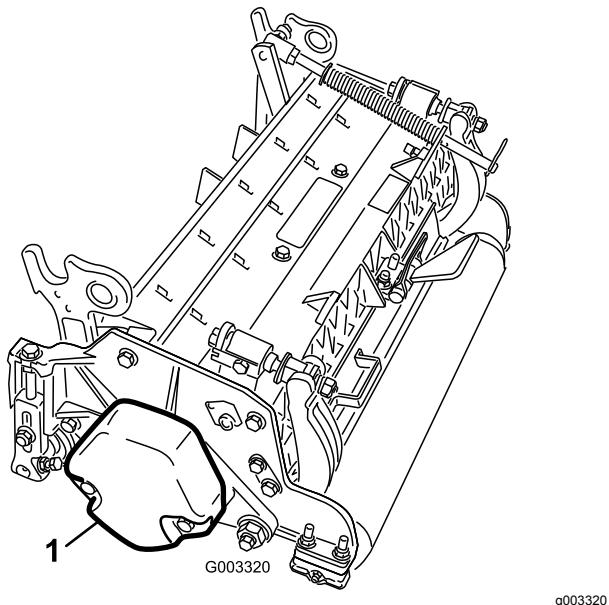

Рисунок 3
- Убедитесь, что противовес (Рисунок 3) установлен в надлежащих концах каждого режущего блока, как описано в *Руководстве оператора для режущих блоков*.